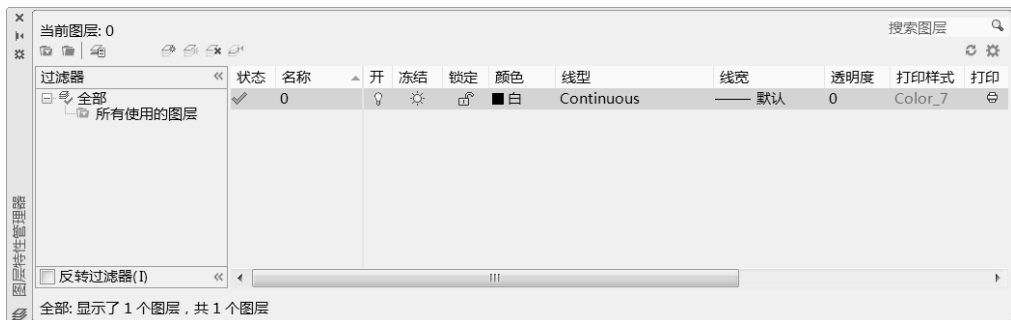

图 12-2 打开“图层特性管理器”选项板
2) 定制若干图层。切换至“草图与注释”工作空间，从功能区“默认”选项卡的“图层”面板中单击“图层特性”按钮，弹出“图层特性管理器”选项板，此时可以看出所选图形样板中只存在名称为“0”的一个图层，如图 12-2 所示，显然不能满足本例设计的需求，还需要由用户定制所需的图层。